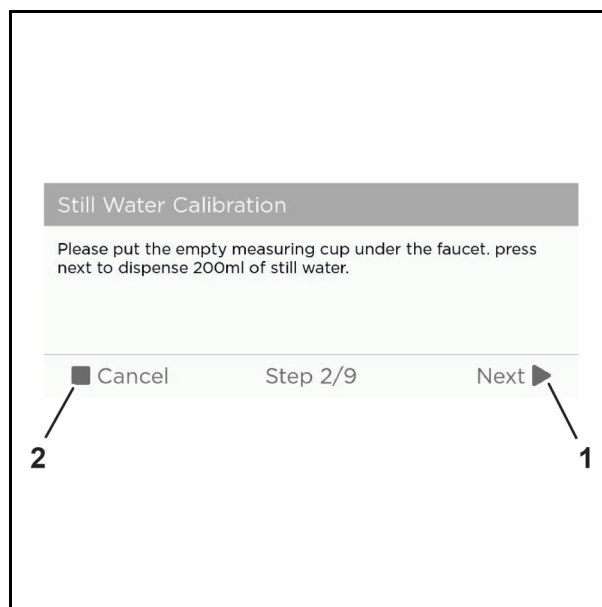

Abb. 65 Beispielgrafik
3. Tippen Sie auf die Schaltfläche "Next" (Abb. 65/1), um mit der Kalibrierung fortzufahren oder "Cancel" (Abb. 65/2), um die Kalibrierung abzubrechen.